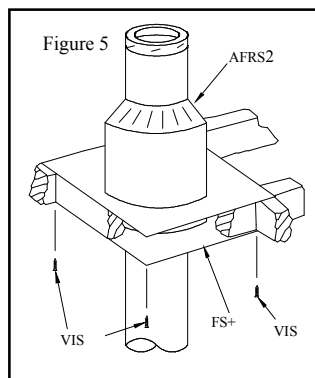

Figure 5
- 4** Installez, par dessous, un coupe-feu (FS+) dans chacun des planchers que la cheminée traverse. Au niveau du grenier, installer en plus un coupe-feu radiant de grenier (AFRS2) par dessus. (voir Fig. 5).